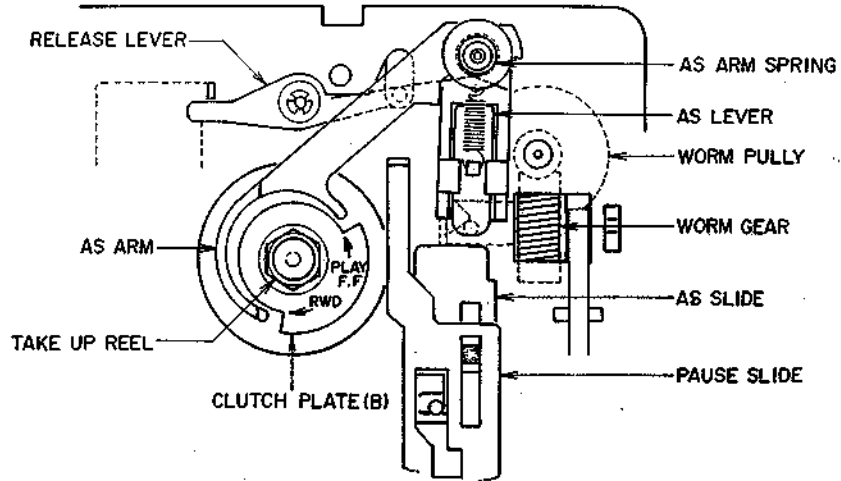

Fig. 6
a. CLUTCH PLATE (B) (Fig. 6)
b. AS LEVER (Fig. 6, 8)
c. RELEASE LEVER (Fig. 6)